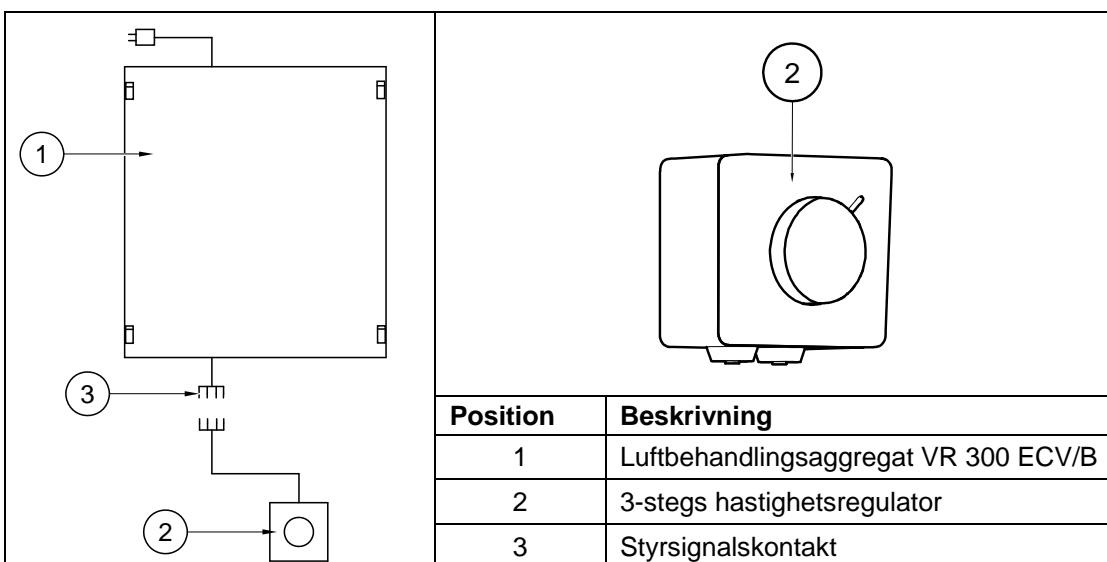
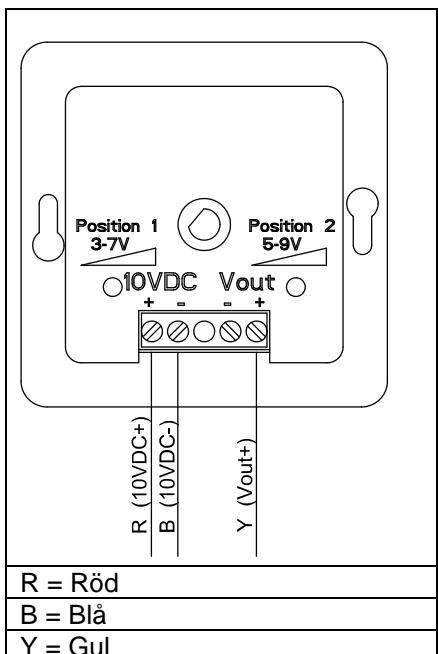
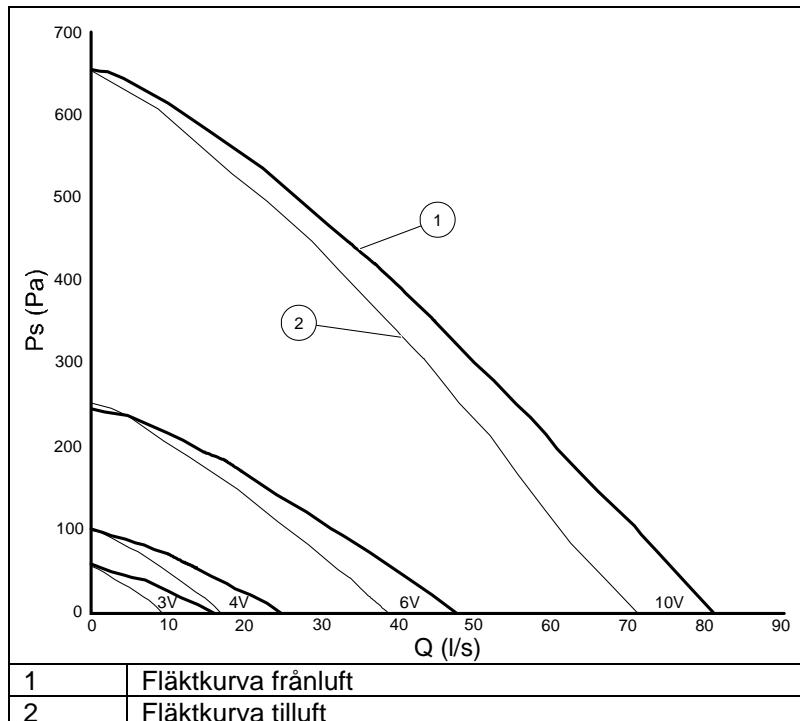

Fig. 11
Fig. 12
Fig. 15
VR 300 ECV/B (pos.1, **fig.11**) kan antingen regleras med en 3-stegs hastighetsregulator (pos.2, **fig.11**) eller från en spiskåpa där regulatorn är integrerad i fronten. Om en separat 3-stegs hastighetsregulator används så måste en 3-ledarkabel anslutas till hastighetsreglaget (**fig.12**). I änden av den kabeln måste en 4-polig hankontakt, typ Ensto NAC41SH.W, fästas för att passa motsvarande honkontakt (Ensto NAC42SH.W) på VR 300 EC aggregatet. Se till att kabelfärgerna motsvarar varandra när ni pluggar i kontakten. Se medföljande kopplingsschema för detaljerad information.
Ställ in normal och min. fläkthastighet i ventilationsaggregatet med 2 potentiometrar placerade på hastighetsregulatorns baksida (**fig. 12**) alternativt i kökskåpan (se instruktioner för kökskåpa). Potentiometrarna ställs in med hjälp av en skruvmejsel. Genom att vrida på potentiometern erhålls olika styrspänningar till fläktarna i aggregatet (se **tabel 1**). Se fläktdiagram **fig. 15** för att få en ungefärlig uppfattning om vilken luftmängd för till och frånluft som erhålls vid en viss utspänning.